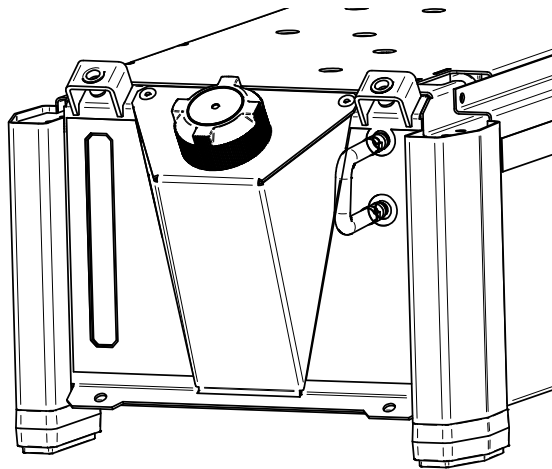

Figura 36
- Collegare il tubo flessibile tramite il connettore rapido (aggiunto al gruppo) ai raccordi di ingresso e di uscita del gruppo di raffreddamento (Figura 36).